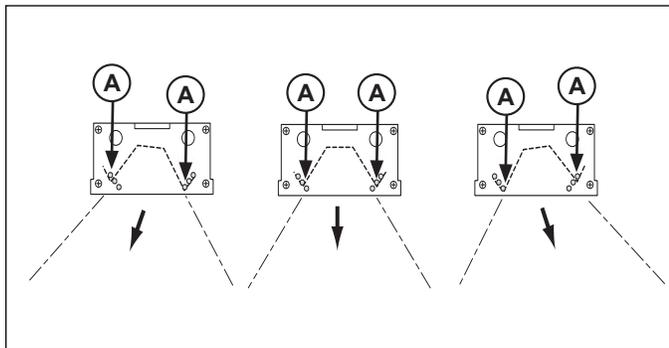

Figure 7. Positions du réflecteur.
3. Enlevez les petites vis (A) des trous sur les plaques d'alignement terminales. Il y a une vis de chaque côté de la plaque terminale qui fixe le réflecteur. Voir la figure 7.